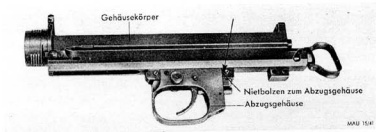

Abb. 41: MG 81; Herausschlagen der Nietbolzen zum Abzugsgehäuse für Einzelabzug
5. Abnehmen des Abzuges (Abb. 41 u. 42)